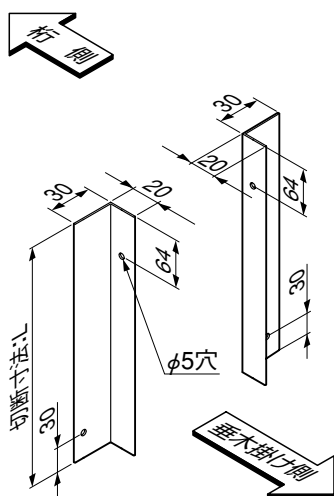

図3-1 垂木吊り材の加工
- ① 表に従って、垂木吊り材を切断、穴加工してください。(図3-1参照)